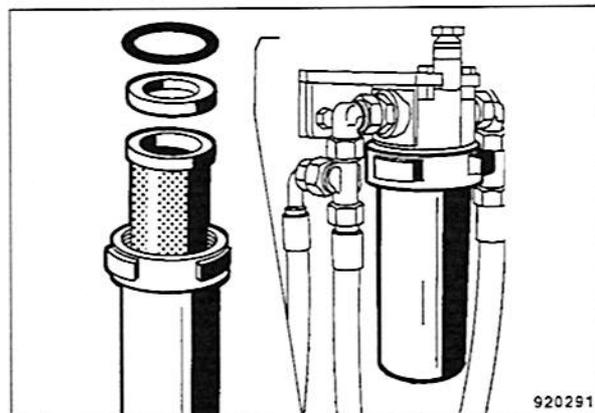

Fig. 178
- Soltar la tuerca racor en la caja filtradora (Fig. 178).